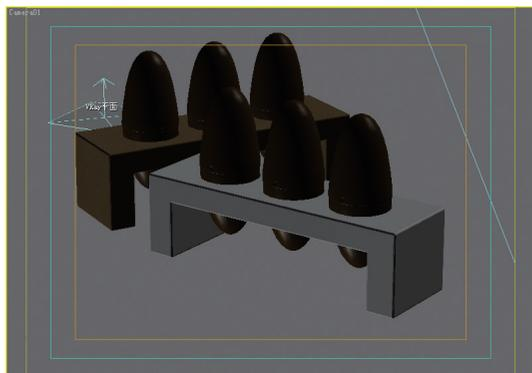

图9-38 打开场景文件
**01** 打开随书光盘本章目录下的“布料测试.max”文件，这是一个已经创建好基本场景的练习文件，如图9-38所示。